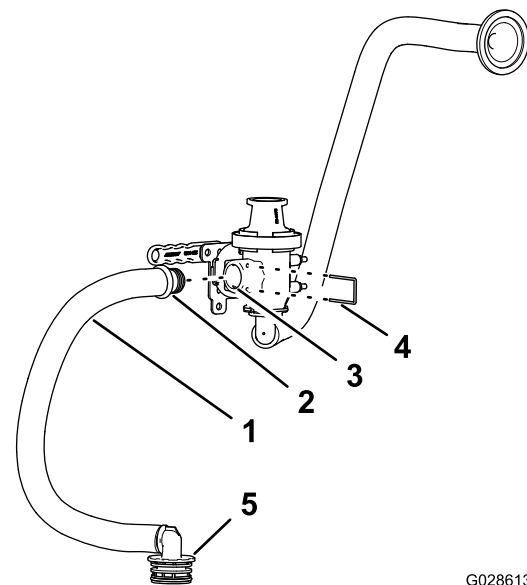

图 19
5. 将清洁加药器旁通软管的直通接头组装到清洁加药器阀的侧面端口图 19。
6. 用卡环图 19 将直通接头固定到阀门上。